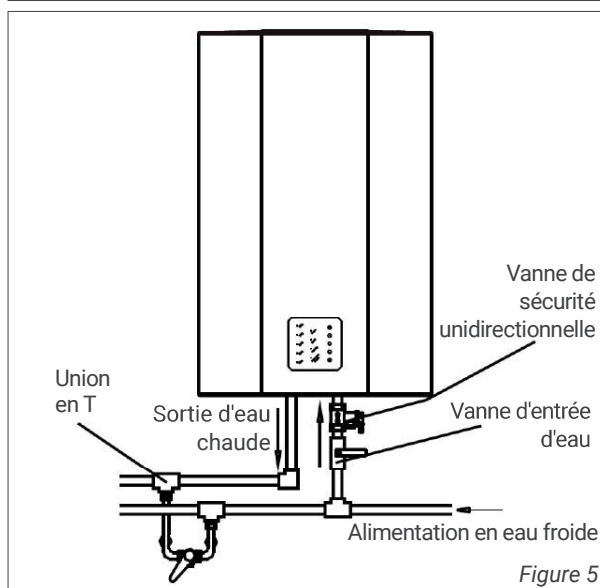

Figure 5
9. Après avoir confirmé que les valeurs nominales des compteurs électriques, câbles, interrupteurs, prises et fusibles du système d'alimentation répondent aux exigences de consommation d'énergie de ce produit, branchez une prise à un emplacement approprié pour alimenter le chauffe-eau électrique (comme illustré à la figure 5). La hauteur d'installation de la prise de courant à partir du sol ne doit pas être inférieure à 1,8 m.